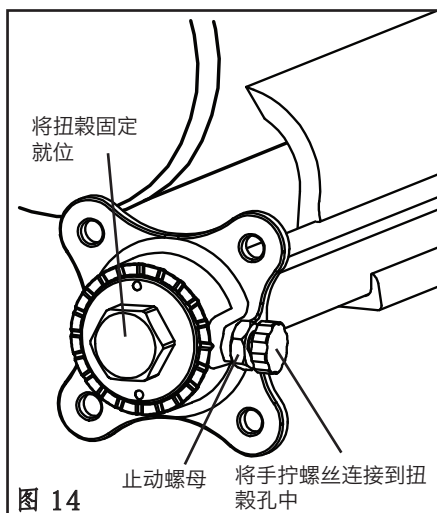

图 14
21. 将扭榫固定在张紧预设位置时, 拧紧手拧螺丝, 确保定位销钉连接到扭榫孔 (图 14)。
24. 达到所需的张力时, 拧紧手拧螺丝和止动螺母 (图 14)。